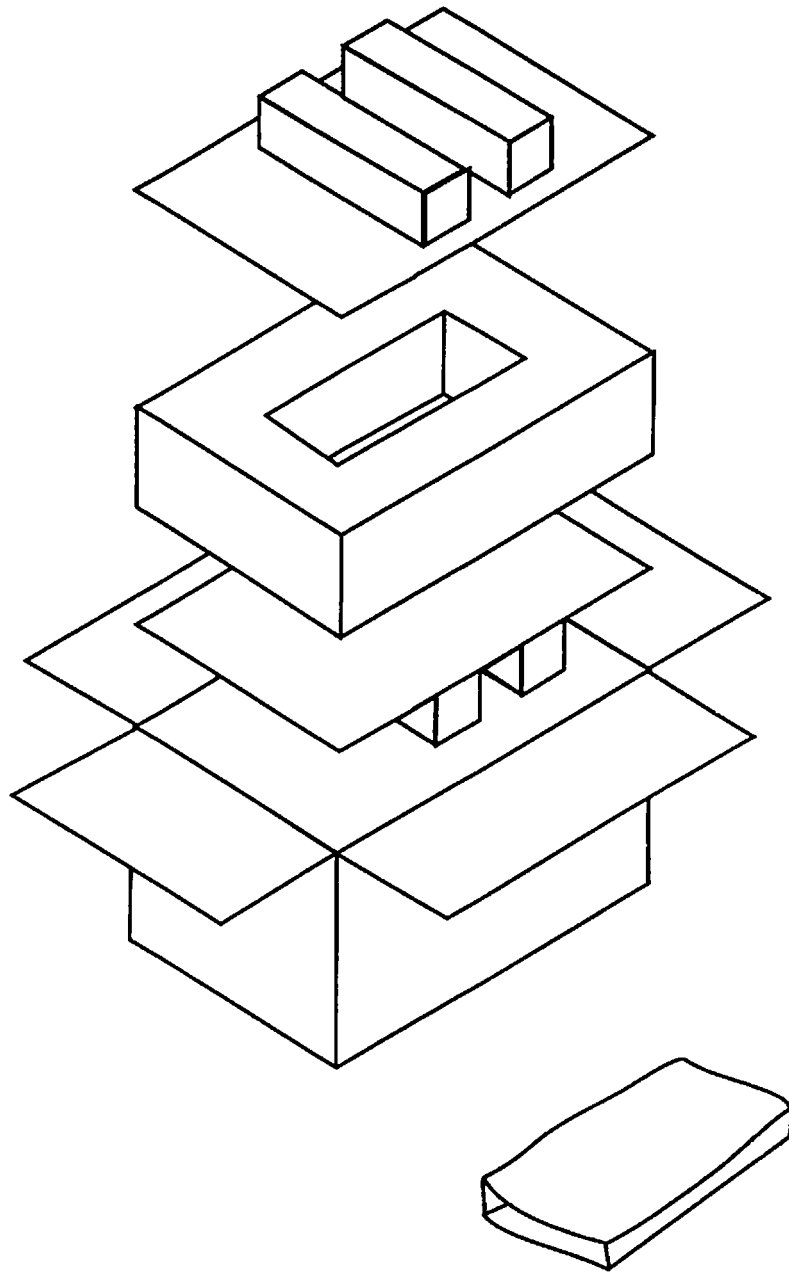

FIGURE 3
□ **SERVICE PACKAGING, 800K/1.4 MB DRIVES (Figure 3)**